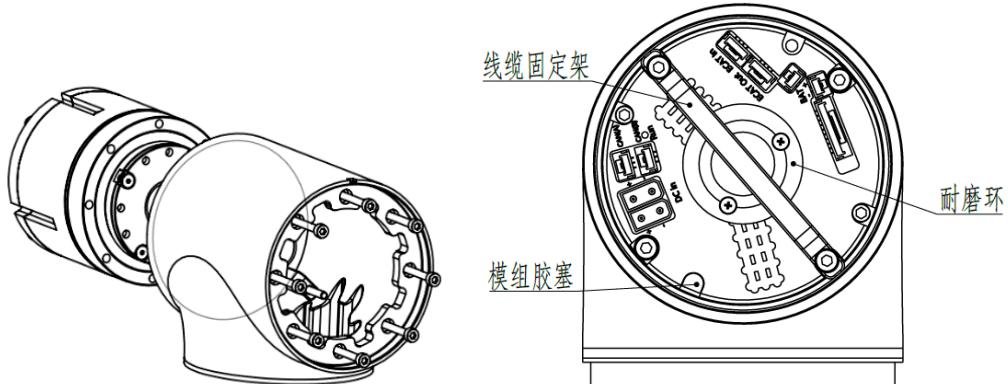

图 3-23 J4 轴模组安装示意图
**步骤8** 取出新模组，如图 3-23 所示，将耐磨环、模组胶塞、线缆固定架安装到新模组上，将模组外圈（螺孔与螺孔之间的区域）涂一层黑威封胶，再将模组安装到外壳上，锁紧螺钉（安装螺钉时需涂一层螺纹胶），螺钉扭矩为： $2.4\text{N}\cdot\text{m}$ 。